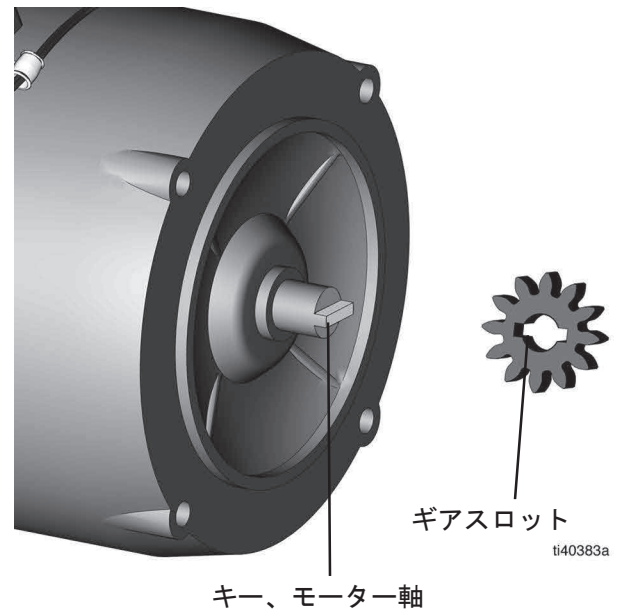

図 14
5. ポンプハウジングアセンブリをモーター(9)に載せます。モーター軸のキーは、内カバーのギアの溝と一致している必要があります (図 14)。